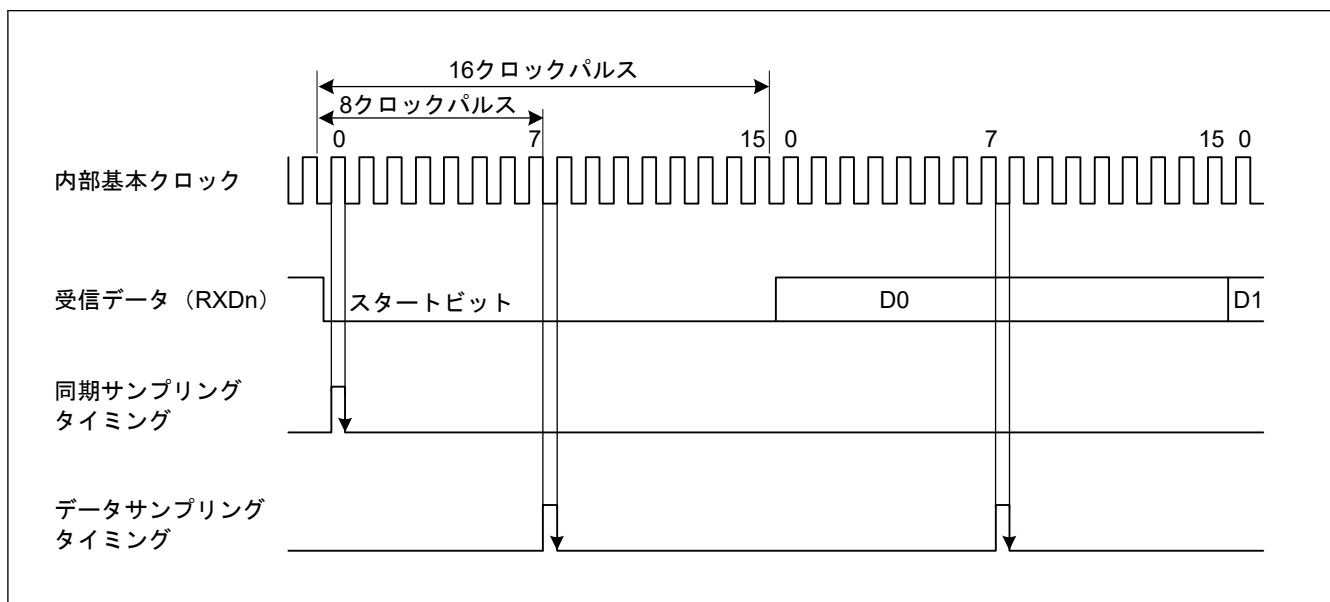

図 24.3 調歩同期式モードでの受信データサンプリングタイミング
また、図 24.3 に示すように、受信データは基本クロックの 8 パルス目^(注1)の立ち上がりエッジでサンプリングされるため、各ビットの途中でデータが取り込まれます。調歩同期式モードでの受信マージンは以下の式 (1) のように表すことができます。